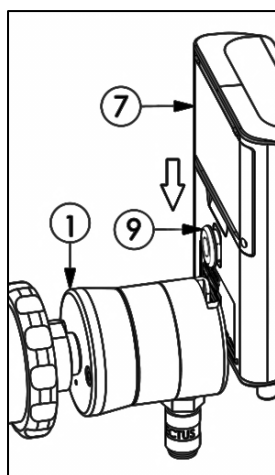

Fig. 3
En el caso del regulador OXYMO P-15 (1), se puede colgar en él el OXYMO (7), mediante el soporte (9) (Ver Fig. 3).
In the case of the OXYMO P-15 regulator (1), you can hang it on OXYMO (7) through the support (9) (see Fig. 3)